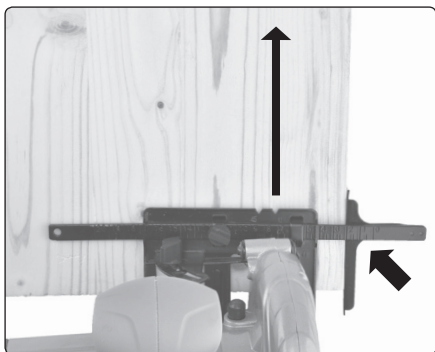

Abb. 11A
- 4. Lassen Sie die Säge die volle Drehzahl erreichen und danach führen Sie sie langsam zur eingezeichneten Schneidlinie mit der Nut mit der Kennzeichnung 0° auf der Grundplatte für senkrechten schnitt und mit der Nut mit 45° für einen Schrägschnitt (siehe Abb. 11A und 11B).